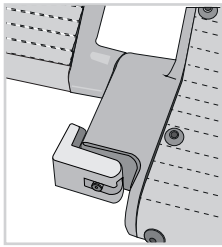

Bild 4a SAN-0125
2. Öffnen Sie die rechte und linke Blockierungsvorrichtung (Bild 4a,b,c,d).